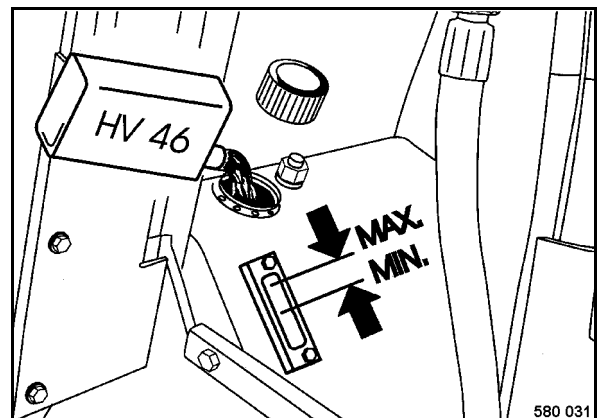

Fig. 145
- Retirar la tapa de llenado (Fig. 145).